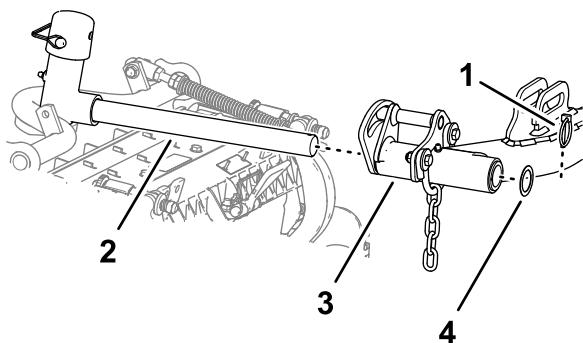

Figura 29
5. Deslize a unidade de corte sob o braço de elevação (Figura 29).